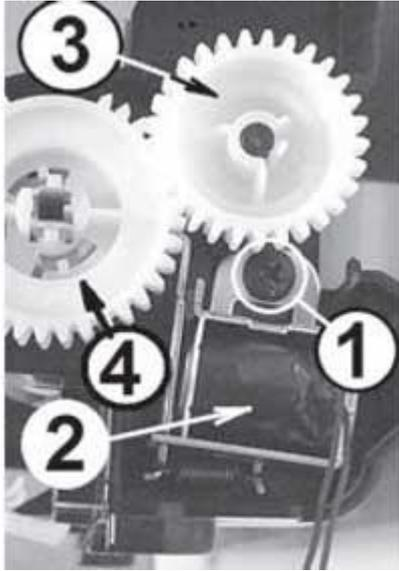
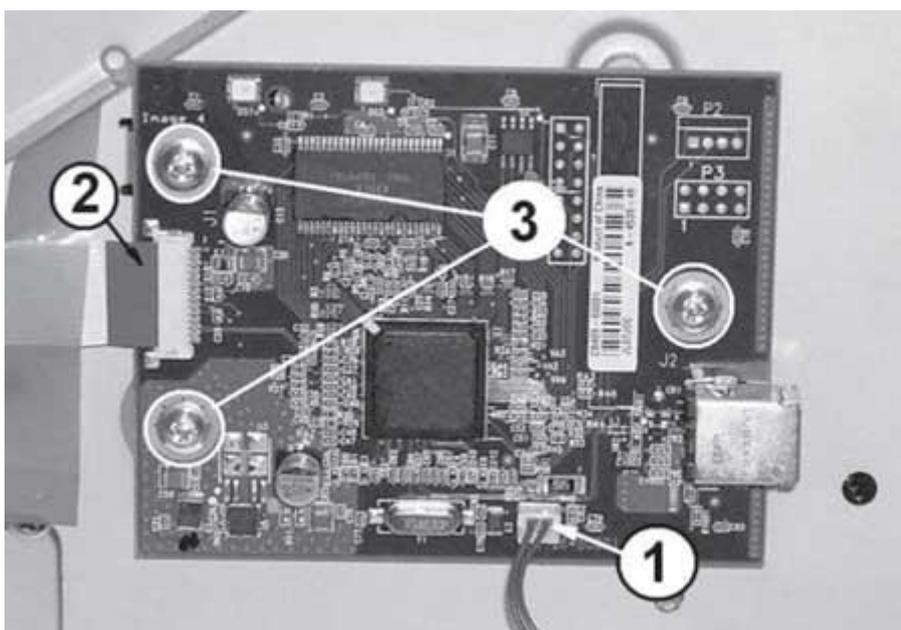

Рис. 20. Снятие соленоида подачи бумаги
Рис. 25. Снятие интерфейсной платы
Отключают разъем соленоида подачи от интерфейсной платы (рис. 25, поз. 1), откручивают саморез крепления (рис. 20, поз. 1) и снимают соленоид (поз. 2) с принтера. Установку выполняют в обратном порядке.
2. Освобождают фиксатор и снимают шестерню привода вала в сборе с обгонной муфтой и пружиной (рис. 20, поз. 3).
1. Отжимают фиксаторы и снимают муфту подачи бумаги (рис. 20, поз. 4).
2. Отключают разъем управления соленоидом (рис. 25, поз. 1, 2) и плоский шлейф (поз. 2).
5. Отключают плоский шлейф от интерфейсной платы (рис. 25, поз. 2).